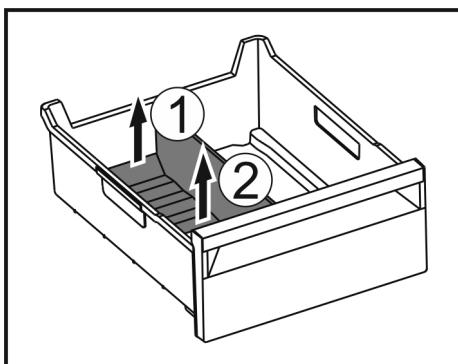

Fig. 175
- Повдигнете задната част на разделителя на отделението за лед. Fig. 175 (1)
- Извадете разделителя на отделението за лед нагоре. Fig. 175 (2)